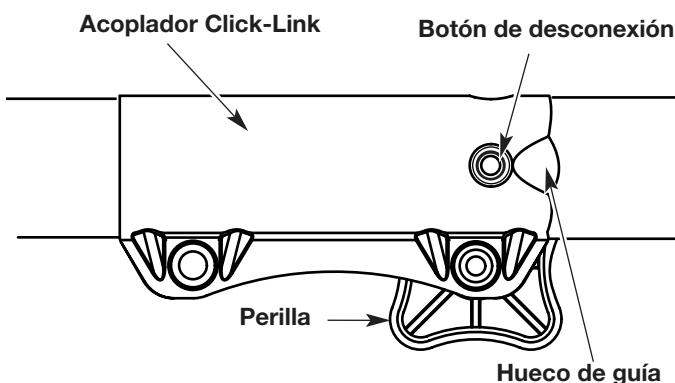

Fig. 8
1. Gire la perilla en sentido antihorario para aflojar (Fig. 8).
2. Oprima y suelte el botón de desconexión (Fig. 8).
**NOTA:** Alinee el botón de desconexión con el hueco de guía para facilitar la instalación (Fig. 8).